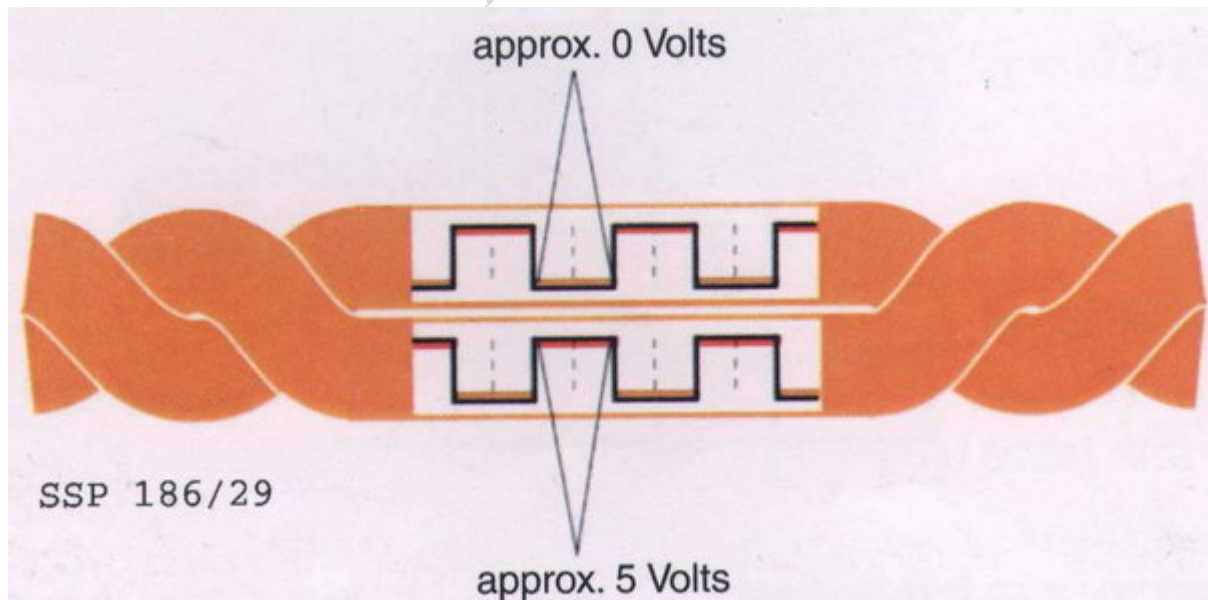

图 2 数据传输线
- 4) 数据传输线它是双向的，对数据进行传输。两条线分别被称为 CAN 高线和 CAN 低线。数据传输线为了防止外界电磁波的干扰和向外辐射，CAN 总线采用两条线缠绕在一起，如图 2 所示。